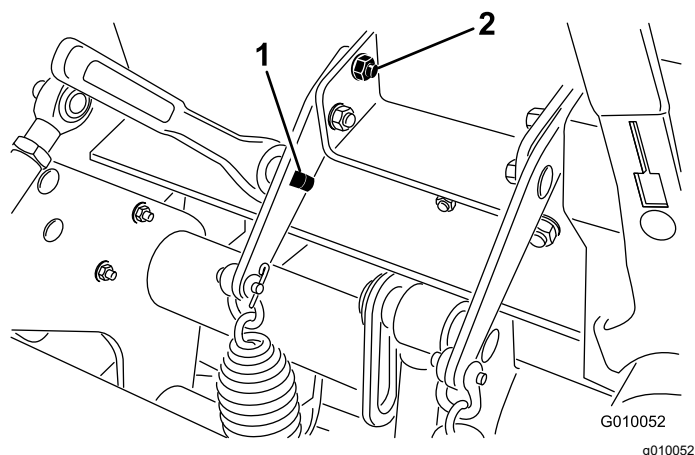

**Figura 28**
3. Insira uma lingueta de travação com ½ pol. ou uma alavanca no orifício quadrado na placa de molas (Figura 28).